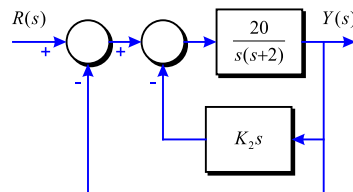

Figura 4-6
**Problema 116** Determineu els valors de  $K_2$  per a que el sistema de la Figura 4-6 presenti un  $SP \leq 5\%$ .